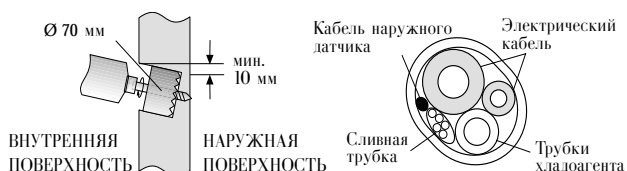

Рис. 6
- Для соединения наружного и внутреннего агрегатов следует просверлить отверстие диаметром 70 мм (3") для прокладки через стену линий охладителя, дренажного шланга, электрического кабеля и кабеля наружного датчика, как показано на Рис. 6.